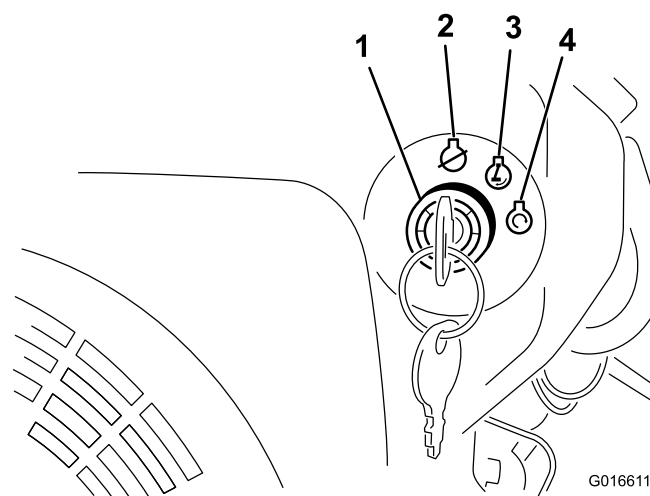

Figura 13
3. Gire la llave de contacto a la posición de arranque (Figura 13).
4. Cuando el motor arranque, suelte la llave y deje que vuelva a la posición de marcha (Figura 13).
2. Ponga la llave de contacto en la posición de Desconectado (Figura 13).